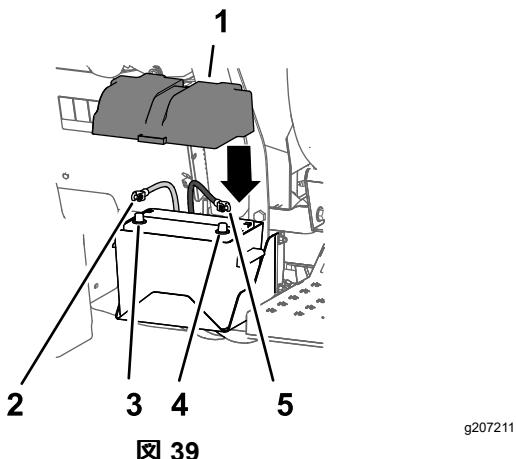

図 39
1. バッテリーのプラスケーブルをバッテリーのプラス端子に接続する図 39。
2. バッテリーのマイナスケーブルをバッテリーのマイナス端子に接続する図 39。
3. バッテリーカバーをバッテリーボックスに合わせ、ストラップでカバーを固定する図 39。